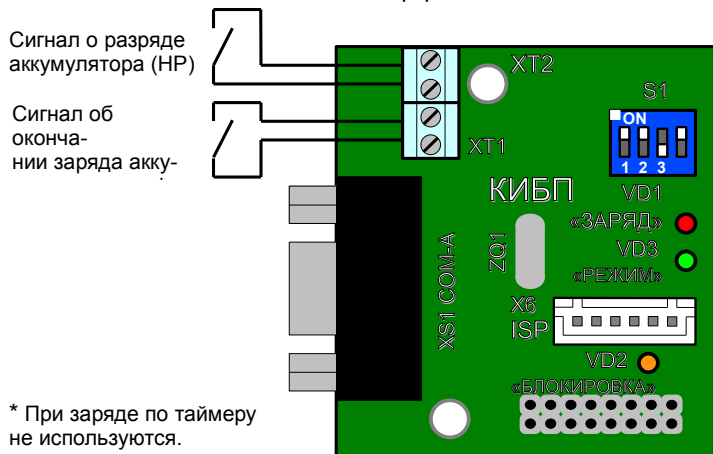
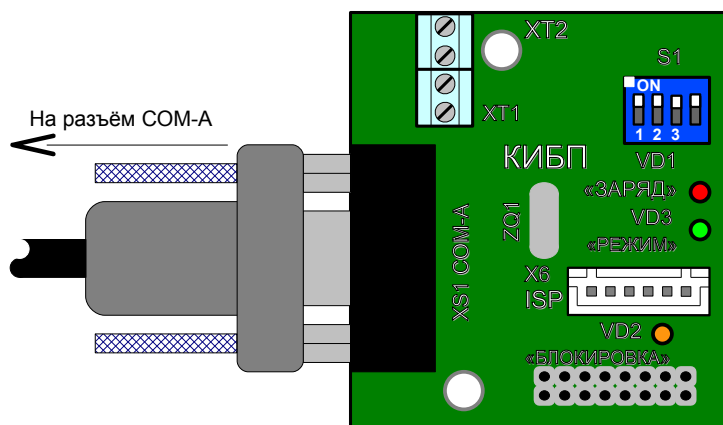

Рис. 1. Подключение к ИБП с нормально-разомкнутыми (НР) управляющими контактами.
Рис.4. Подключение к ИБП через интерфейс COM-A.
5. Подключите к плате КИБП источник бесперебойного питания согласно рис.1-рис.4.
2. Выставьте согласно таблице 2 переключателями S1.1, S1.2 и S1.3 необходимые параметры сигналов событий. Положение переключателей S1.1-S1.4 самых популярных конфигураций показано на рис.1 – рис.4.